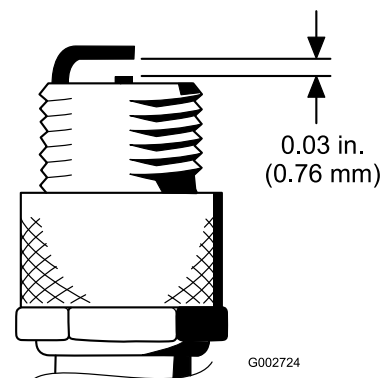

Figura 45
- Ajuste a folga existente entre a zona central e lateral do elétrodo para 0,76 mm (Figura 45).